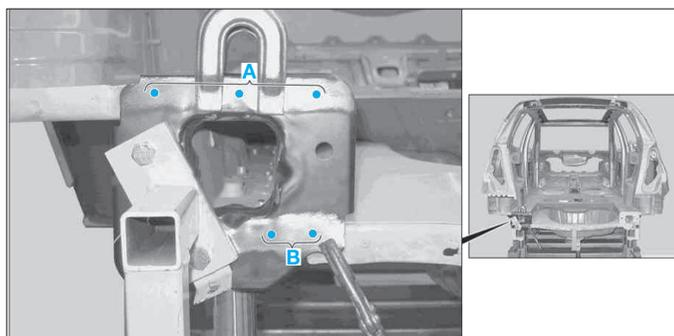

FIG. 129
- Souder la console gauche pour la fixation du bouclier, zones (A) et (B) (Fig.129).